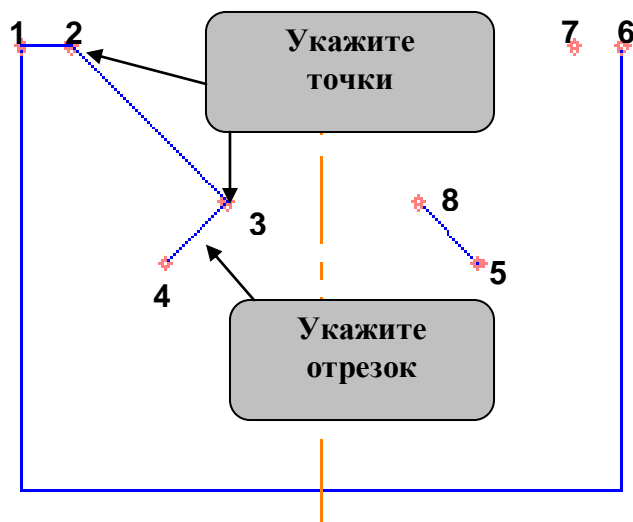

Рисунок 4.19
4. В ответ на запрос системы укажите курсором любую точку отрезка 3–4 (рисунок 4.19). Все следующие отрезки будут строиться строго перпендикулярно указанному отрезку.